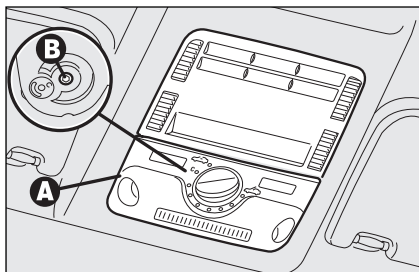

fig. 89
- Druk nabij de merktekens op het plafondlampje om de veren los te maken en verwijder het plafondlampje voor **A-fig.89**.